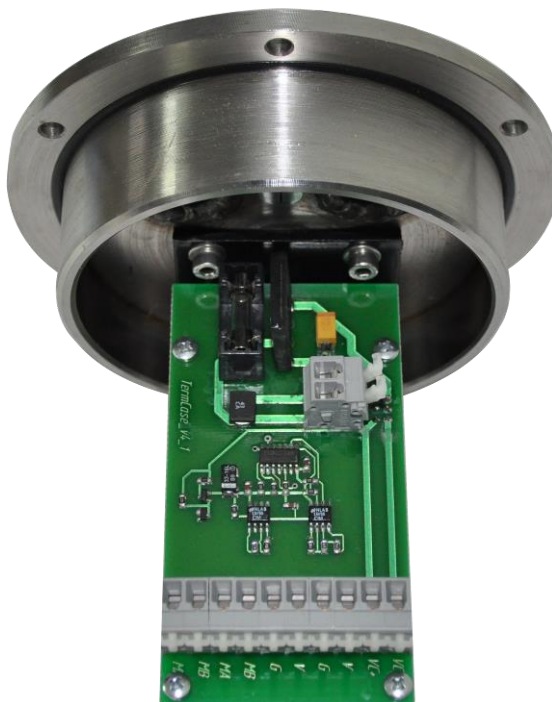
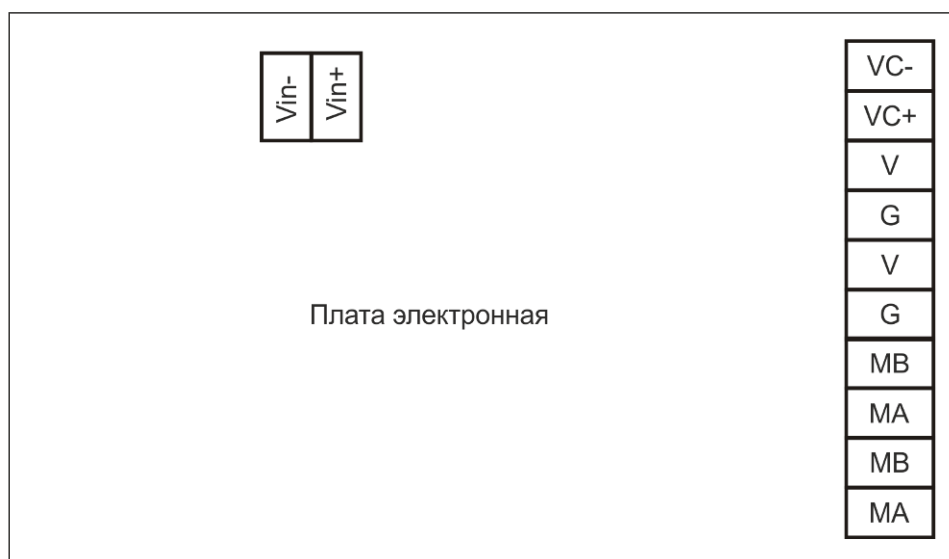

Рисунок 5 – Клеммная плата термокожуха
Рисунок 6 – Схема клеммных контактов
- Подключить электронную плату к источнику питания, рис. 6 с напряжением, указанным в таблице 1. Подключить видеовыход камеры к входу монитора с входным сопротивлением 75 Ом.
На рис. 5 показаны клеммные контакты, расположенные внутри клеммного отделения термокожуха. На рис. 6 указана схема клеммных контактов.